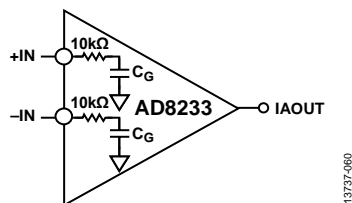

図 60. 外付けコンデンサなしの RFI フィルタ
強い無線周波数 (RF) 信号が存在するアプリケーションでは、RF の整流がしばしば問題になります。問題は DC オフセット電圧として出力に現れます。AD8233 の各入力は、 $15\ \text{pF}$ のゲート容量と $10\ \text{k}\Omega$ の抵抗を持っています。このため、各入力にローパス・フィルタが構成されて、このフィルタによって外付け部品を追加することなく高周波での整流が抑えられます (図 60 参照)。